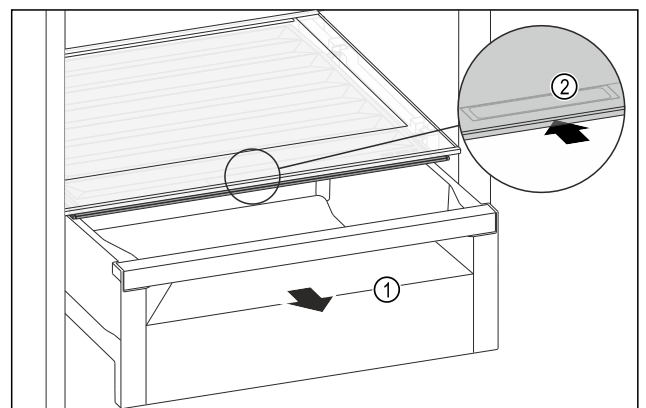

Fig. 117
- Schuifvak Fig. 117 (1) uittrekken.
- Greeplijst Fig. 117 (2) op het vakdeksel vastpakken en het vakdeksel gelijktijdig naar achteren schuiven.